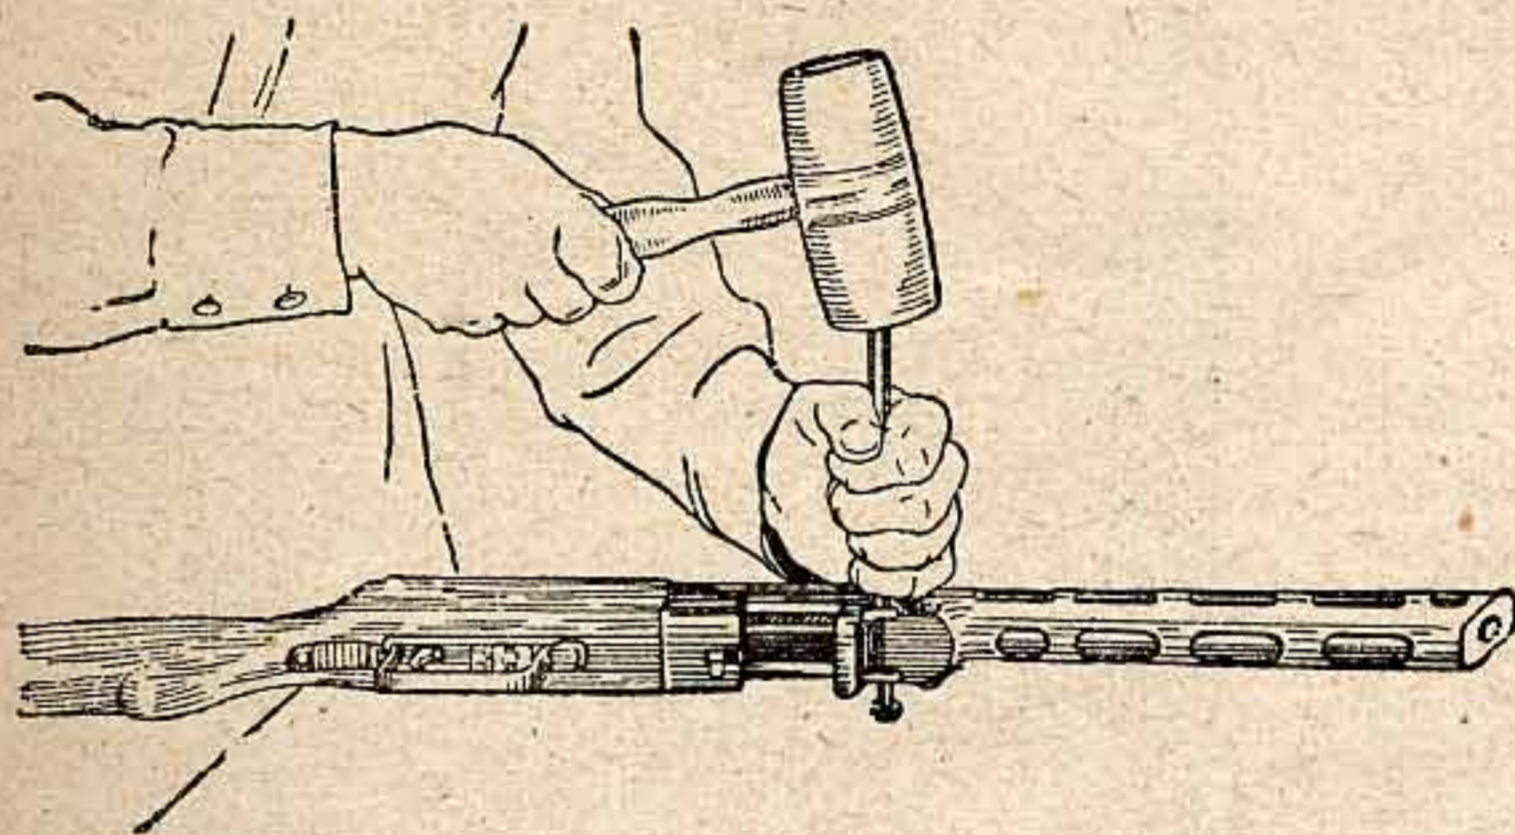

Рис. 37. Как выбить разрезную чеку
3. **Отделить ствольную коробку со стволом.** Положить автомат на специальную подставку или на край стола правой стороной вверх, выколоткой выбить разрезную чеку соединительной оси (рис. 37), затем повернуть автомат левой стороной вверх, той же выколоткой выбить